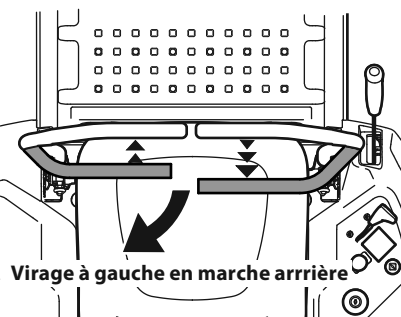

Figure 29
1. Pour tourner à gauche en marche arrière, poussez la barre de conduite gauche vers l'avant et tirez la barre de conduite droite vers vous. Voir Figure 29.